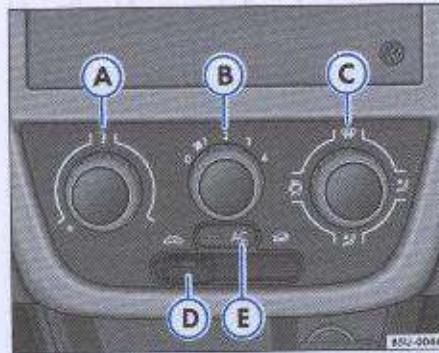

Fig. 95 Detalle en el tablero: mandos del aire acondicionado
- Gire el mando → fig. 95 A para ajustar la temperatura, B para ajustar las velocidades de ventilación y el mando C para seleccionar la distribución del aire → △.
- Presione la tecla → fig. 95 E para activar el aire acondicionado³⁹⁾. Cuando está conectado, se enciende la luz indicadora en la tecla.
- Gire el mando → página 116, fig. 95 A a la derecha, hasta alcanzar la temperatura de calefacción deseada.
- Seleccione, en el mando → página 116, fig. 95 B, una de las 4 velocidades.
- Seleccione la distribución del aire, a través del mando → página 116, fig. 95 C: ① (para el parabrisas), ② (para el área del torso), ③ (para el área del parabrisas y de los pies) o ④ (para el área de los pies).
- Presione la tecla de accionamiento del aire acondicionado → página 116, fig. 95 AC ①. La luz indicadora en la tecla se encenderá.
- Gire el mando → página 116, fig. 95 A a la izquierda, hasta alcanzar la temperatura de refrigeración deseada.
- Cuando el mando → página 116, fig. 95 C está en la posición ④, tendrá que haber, por lo menos, un difusor abierto en el tablero de instrumentos, para no congelar el sistema de refrigeración.
⇒ página 116, fig. 95  , se evita la entrada de olores fuertes en el habitáculo, como los encontrados, por ejemplo, en la travesía de un túnel o en un atasco.